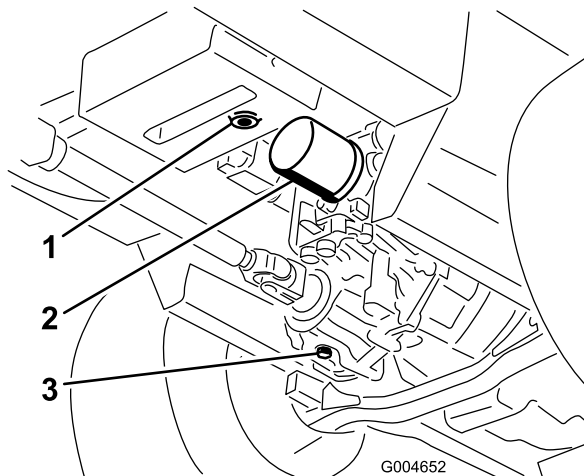

Figura 69
y retire los tapones; deje que se vacíe todo el aceite hidráulico (Figura 69).
4. Limpie la zona alrededor del filtro de aceite hidráulico y retire el filtro (Figura 69).